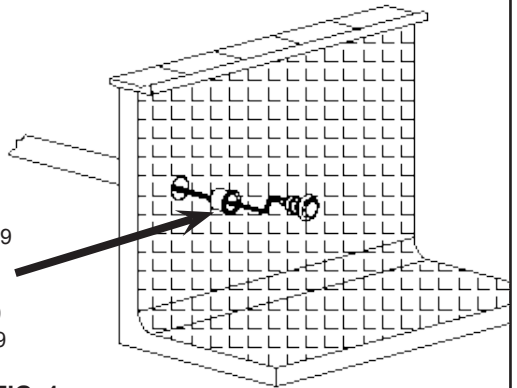

FIG. 1
1. Faça um sistema de sifão com tubagem Ø50 PN10, que deverá ser mais alto que o nível máximo de água da piscina. Também pode ser colocado na tubagem de Ø63 PN6 ou PN10 no caso de colar o adaptador 38818 ou 38819, respectivamente. Utilize cola de PVC. (Fig. 1)